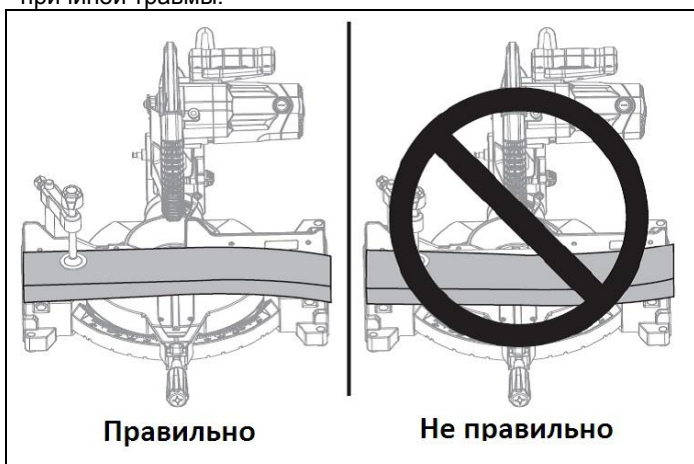

Рисунок 23
5.5 Резание изогнутого материала (Рис.23)